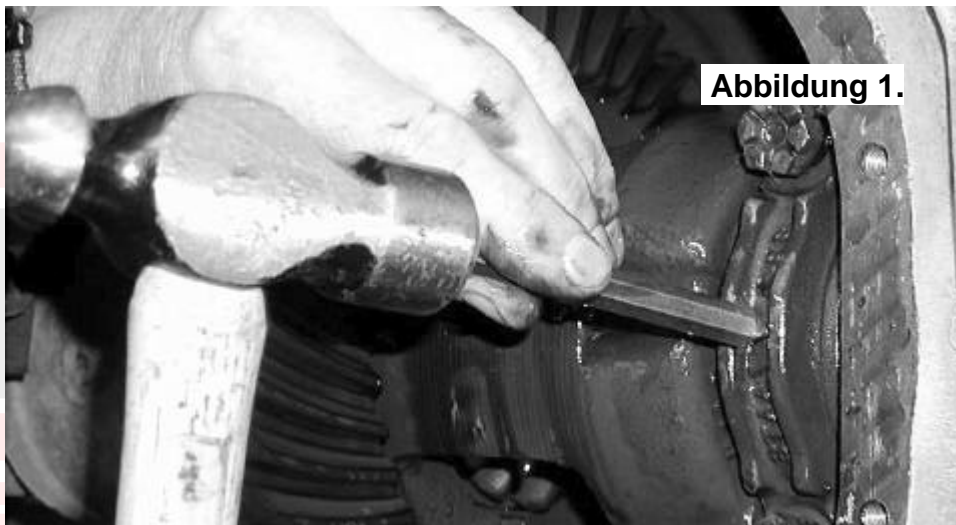

Abbildung 1.
- Kennzeichnen Sie die ursprüngliche Position des Lagerdeckels vorsichtig mit Hilfe eines Körners, so dass beim Einbau erkennbar ist, welche Seite oben/unten bzw. rechts/links angebracht werden muss (siehe Abb. 1.)